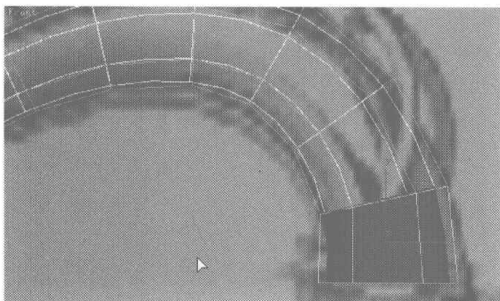
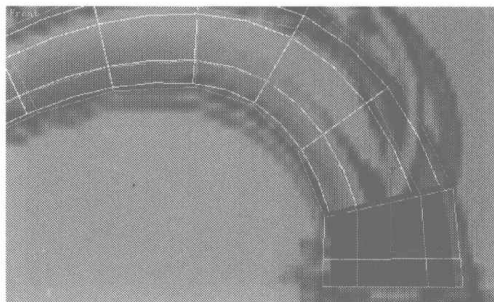

图 2.174
图 2.175
- 07** 选择如图 2.174 所示的面，单击 **QuickSlice** 按钮，在所选面上进行切割，结果如图 2.175 所示。选